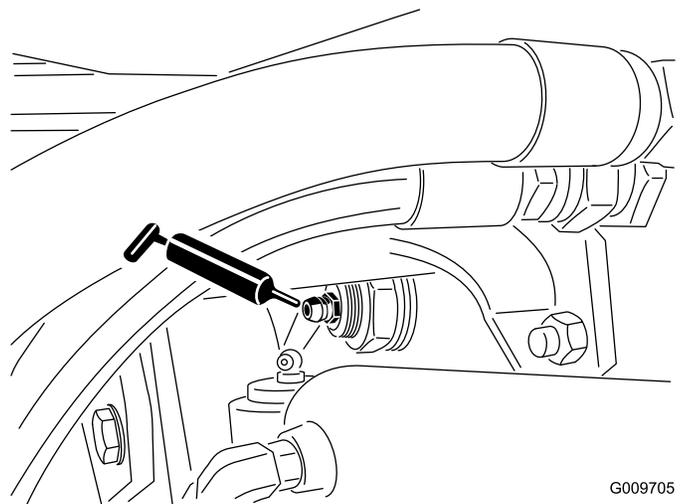

Figura 24
- Articulação do casquilho do eixo traseiro (2) (Figura 24)